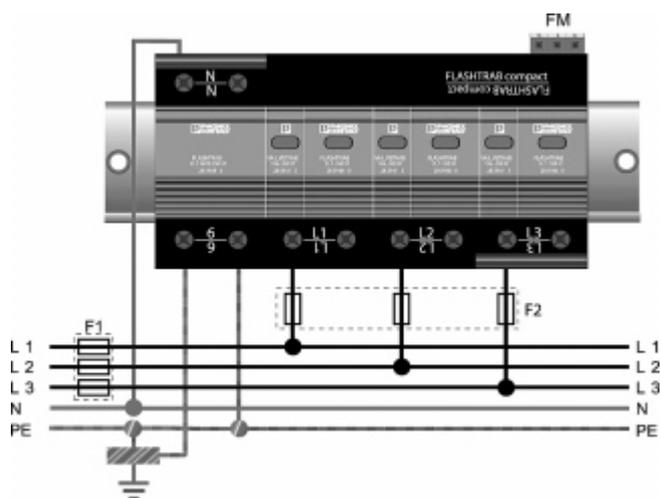

Рис. 4. Схема включения модуля защиты главного ввода FLASHTRAB-COMPACT, рекомендуемая для защиты как от перенапряжений и от экстратоков
- мощные дуговые грозоразрядники FLASHTRAB для установки в шкафу главного ввода (рис. 4);